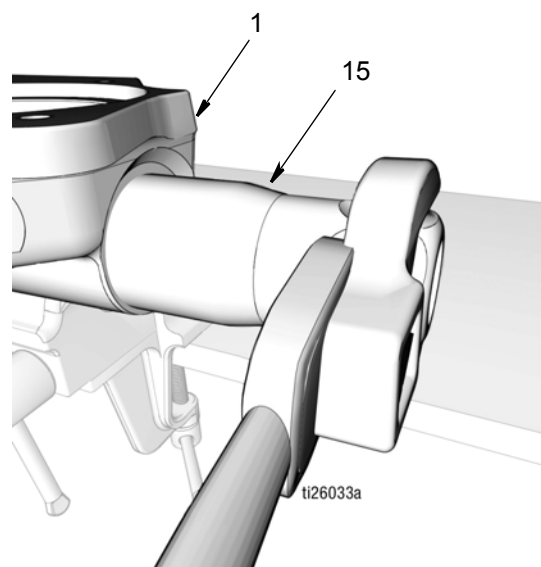

FIG. 45
- c. Visser le clapet anti-retour de sortie (15) dans la base de la pompe (1) (FIG. 45). Serrer correctement. Puis serrer à un couple de 67,8 à 74,5 N•m (50 à 55 po-lb).